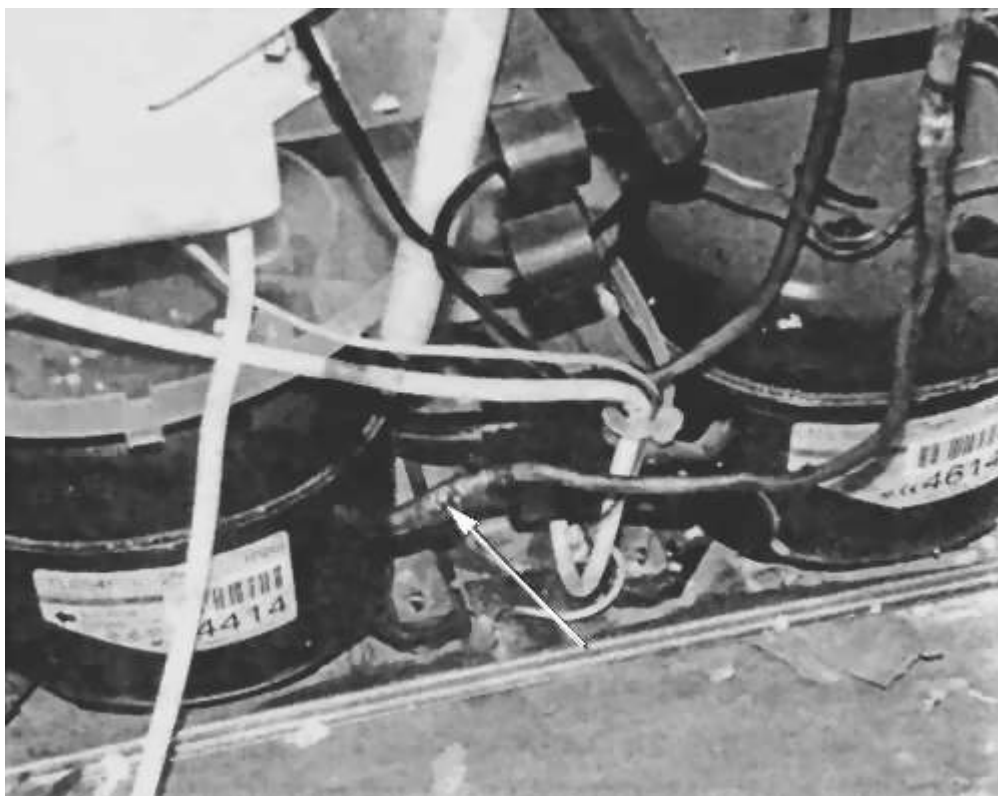

Рис. 4
- в операционный патрубок компрессора (показан стрелкой на рис. 4) с помощью газовой горелки впаивают клапан Шредера на удлинительной трубке